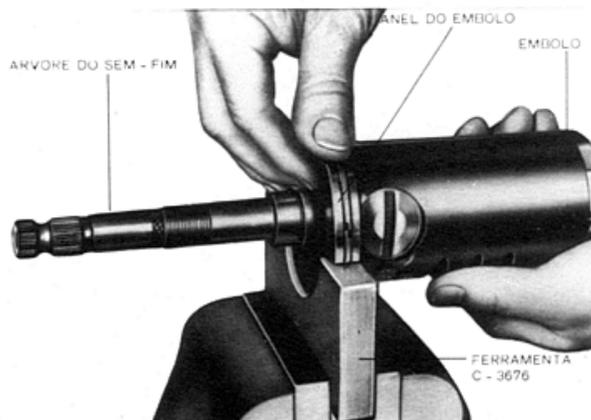

Fig. 19 — Instalação do anel do êmbolo
- 1 — Deslizar um novo anel para sua canaleta no êmbolo, e em seguida colocar o conjunto do êmbolo e anel na ferramenta C-3676 com a parte inferior do êmbolo e do anel apoiada na concavidade da ferramenta C-3676 (fig. 19).